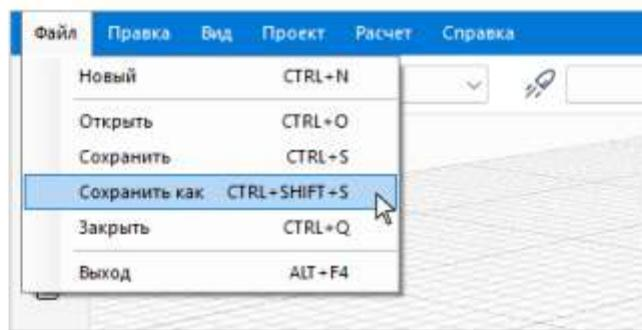

Рисунок 4.4.2 – Сохранение проекта как
- выполнив команду **Файл → Сохранить как** (см. Рис. 4.4.2);